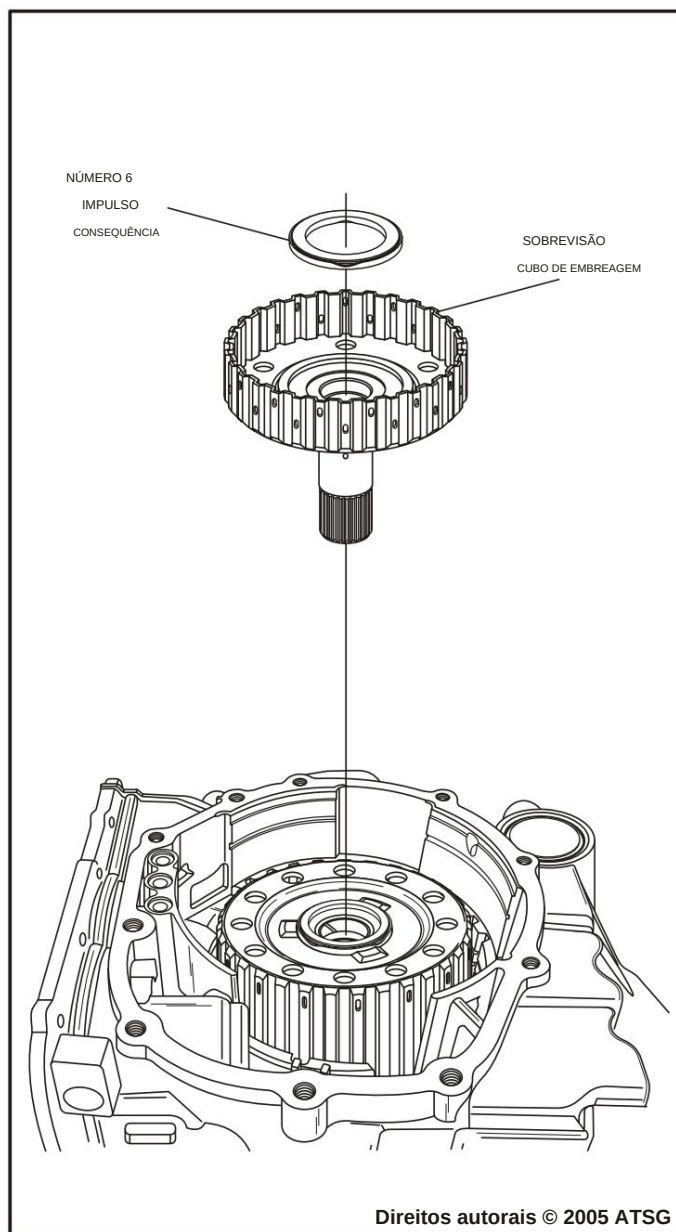

Figura 46
41. Remova o rolamento axial número 6 e o cubo da embreagem overdrive, conforme mostrado na Figura 46.